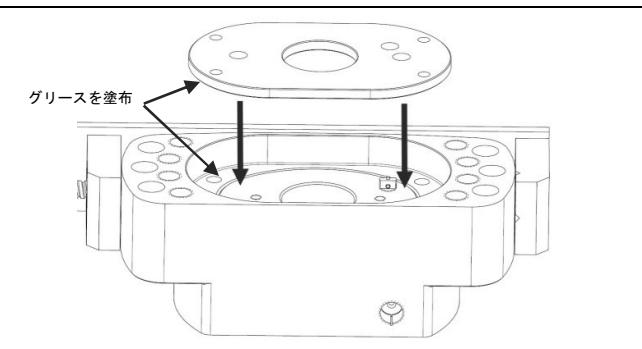
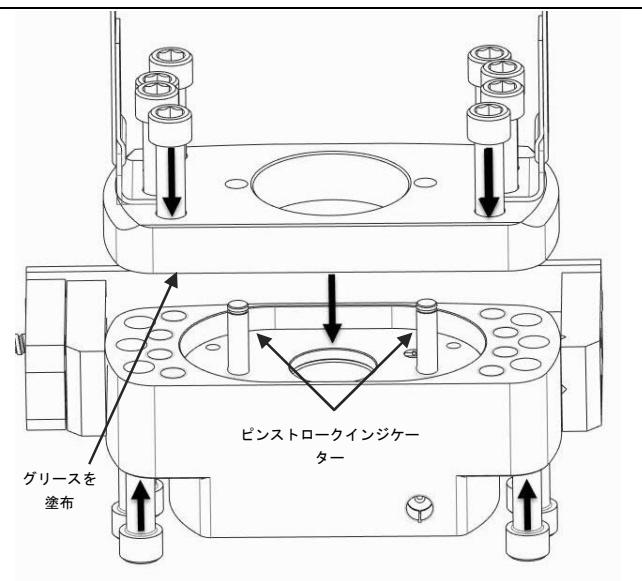

図 4.10 グリースの塗布、リリーフバルブアッセンブリへの挿入、スプリングリテンションプレート下側への固定
図 4.11 グリースの塗布、ピンストロークインジケーターの挿入、制限プレートの本体への固定
b) 組み立て時に、リリーフバルブアッセンブリとピンストロークインジケーターの位置合わせが維持されていることを確認します。（図 4.10／図 4.11）